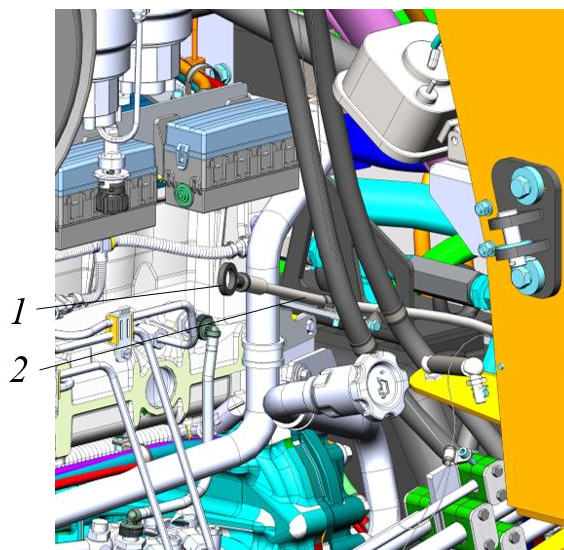

Рисунок 5.106. Место расположения щупа в моторном отсеке
- ▶ Извлечь из держателя масляного щупа 2 масляный щуп 1 рис. 5.106.